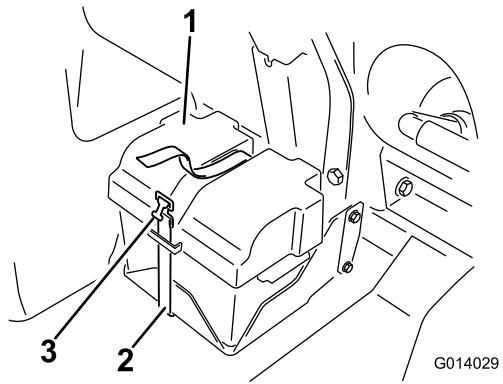
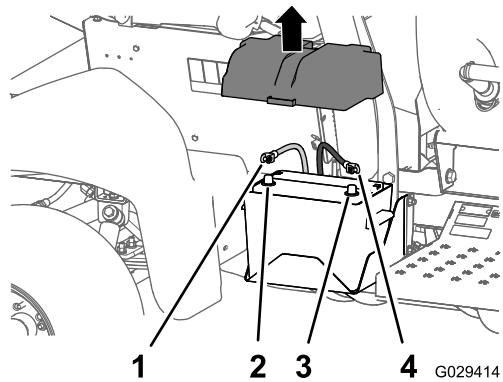

図 2
図 3
- バッテリーについているカバーを外し、バッテリーのマイナス黒端子からケーブルを外す 図 2 と 図 3。
2. バッテリー端子からプラス赤ケーブルを外す 図 3。